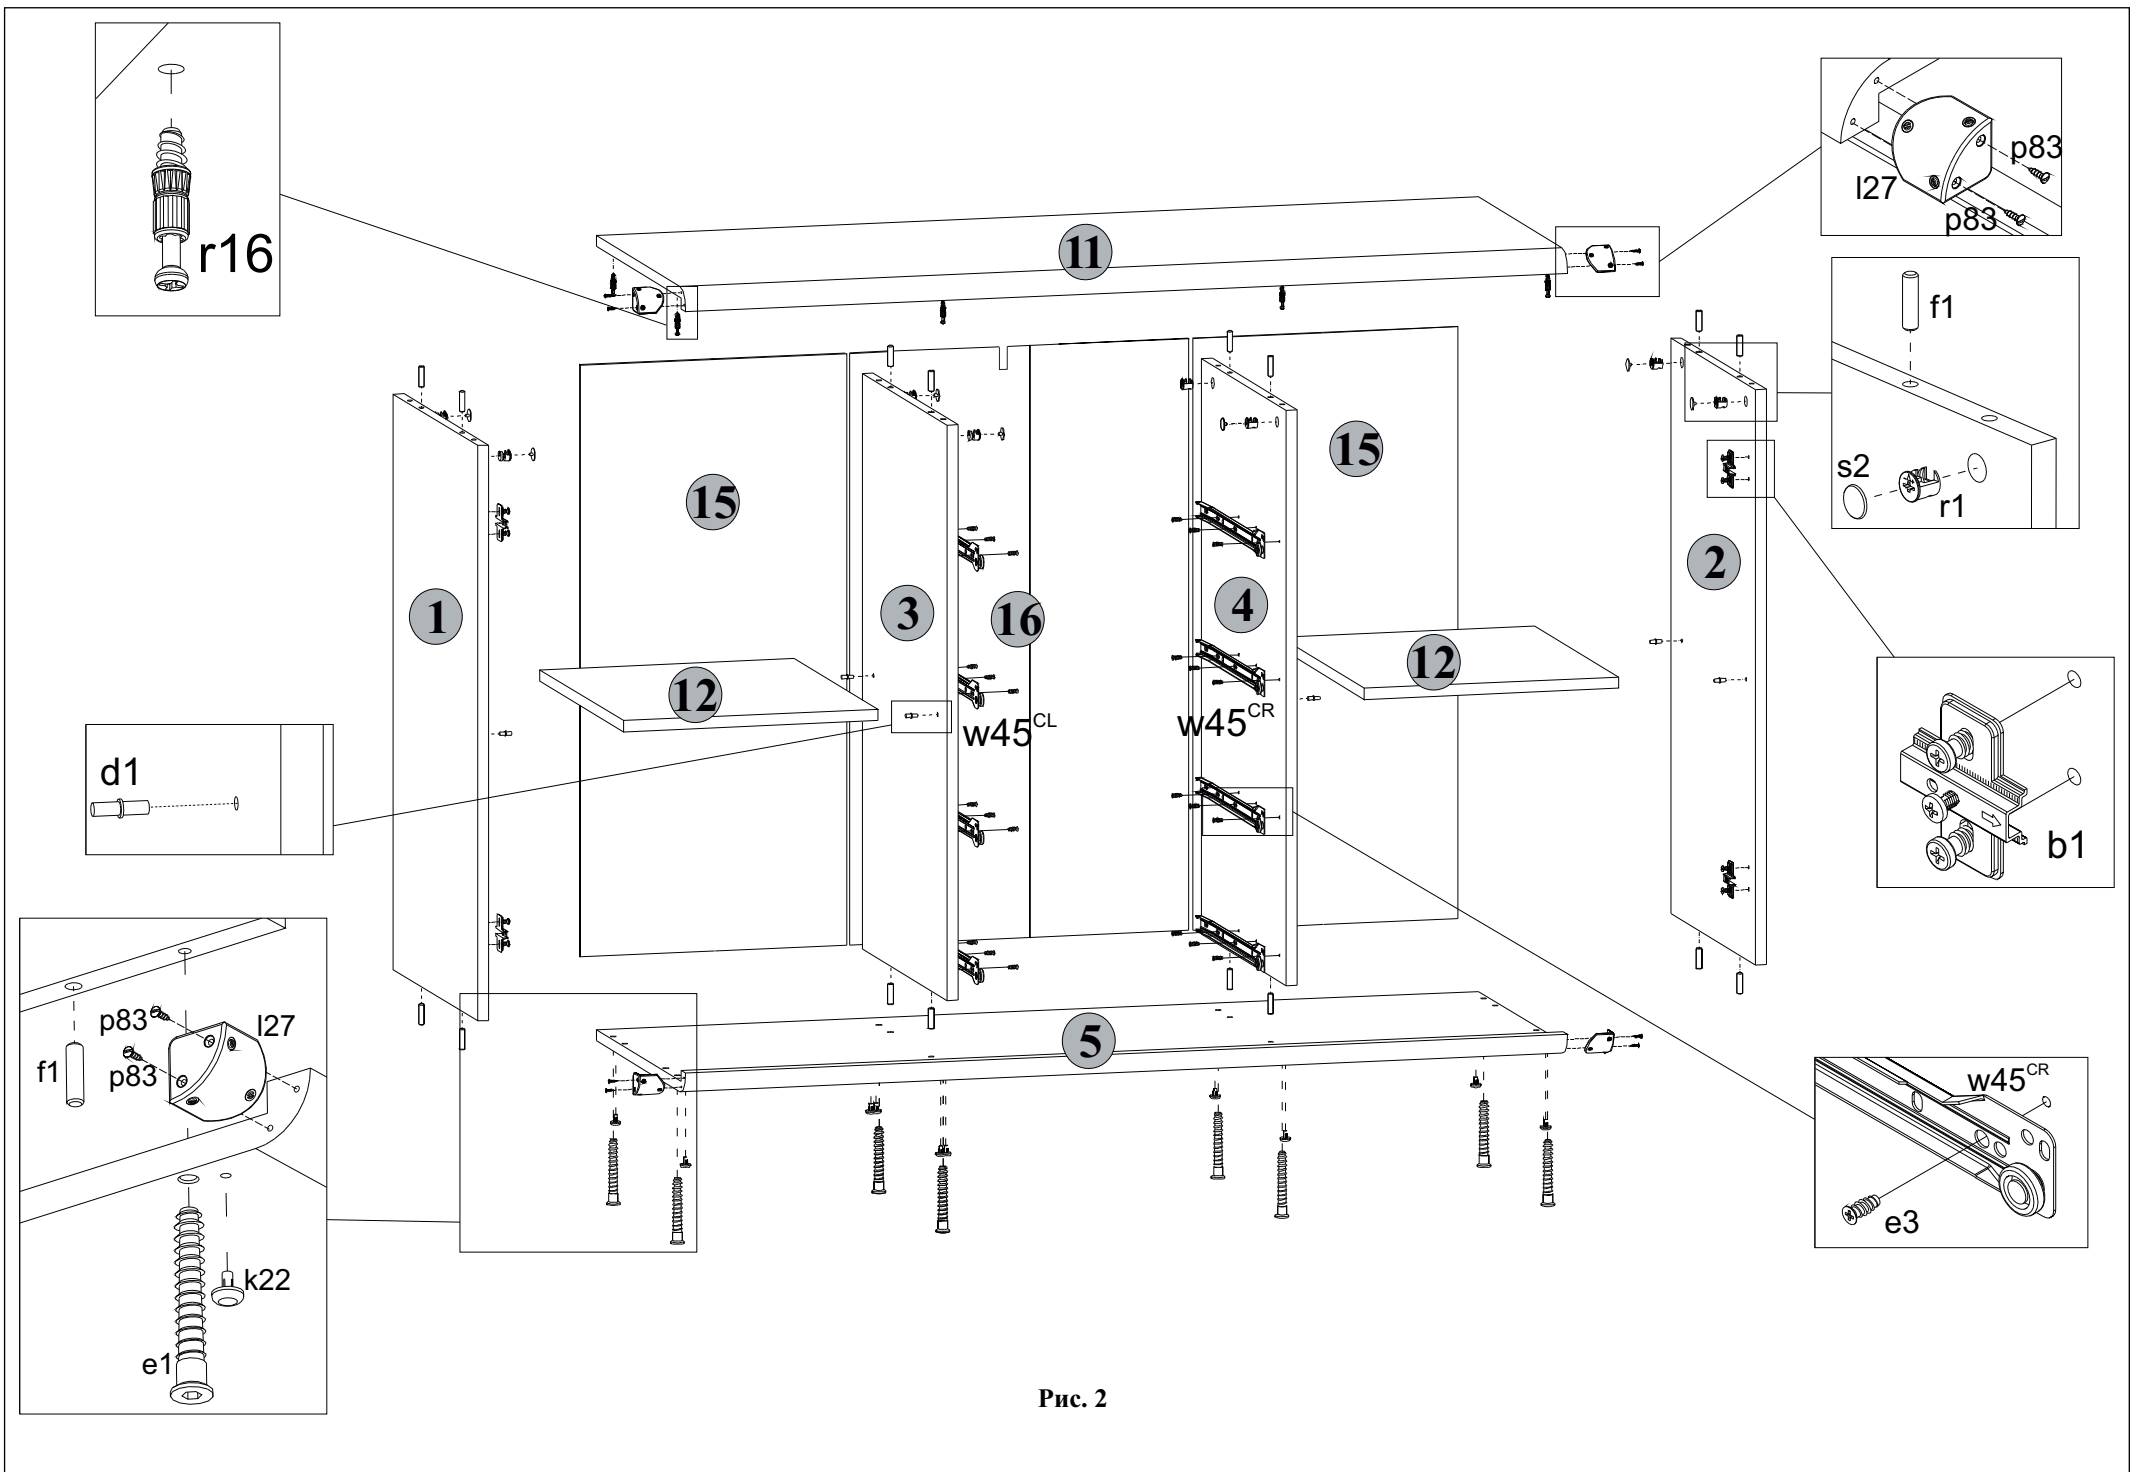

Рис. 2
стенок средних **3** и **4** вбить деревянные шканты **f1** (см.рис. 2).
5.6 На внутренних поверхностях стенок боковых **1** и **2**, а также на правой поверхности стенки средней **3** и на левой поверхности стенки средней **4** в отверстия диаметром **15 мм** вставить стяжки эксцентриковые **r1** (см.рис. 2).
5.7 В отверстия диаметром **5 мм** на нижней поверхности щита верхнего **11** вкрутить винты стяжки **r16**, пользуясь крестообразной отверткой (см.рис. 2).
5.8 В отверстия диаметром **4,5 мм** на нижней поверхности щита нижнего **5** вставить опоры полимерные **k22** (подпятники) (см.рис. 2).
5.10 К деталям **1, 2, 3** и **4** присоединить щит нижний **5** и стянуть еврошурупами **e1**, пользуясь специальным ключом **z1** из комплекта фурнитуры (см.рис. 2).
5.12 Закрепить стенки задние **15** на корпусе тумбы гвоздями **l1** с шагом 80-120 мм, пользуясь молотком (см.рис. 2).